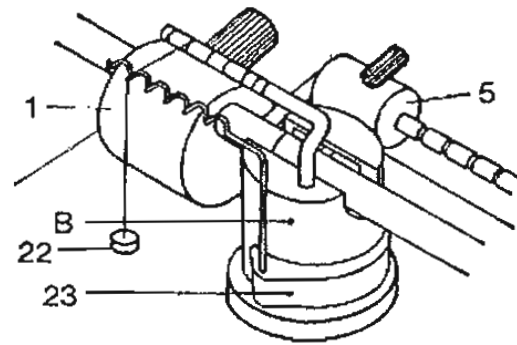

Abb. 2
Wie das Antiskatinggewicht (22) anzubringen ist, zeigt Abbildung 2.
Tabelle 2 zeigt in der horizontalen Spalte für die Auflagekraft von 1,5 pond im Schnittpunkt mit der vertikalen Spalte der Spitzenverrundung von 18 µm, daß das Antiskatinggewicht von 1 g benutzt werden muß, dessen Haltefaden in die Kerbe Nr. 6 des Bügels (3) einzuhängen ist. Gemäß Abb. 2 wird das Gewicht sodann über die benachbarte Wendel des Halters (23) geführt, so daß es frei schwebt.